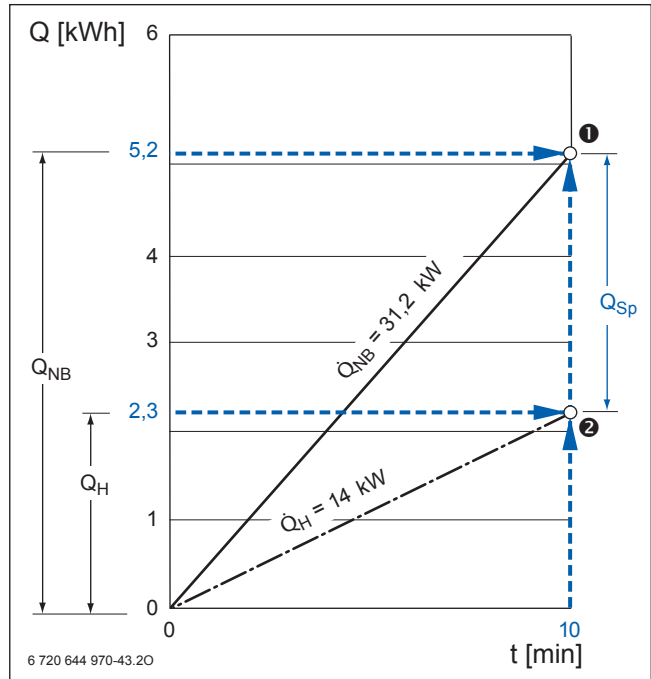

Bild 56 Badewannenfüllung per Dauerleistung und Speicherkapazität
Bild 56 ist bereits eine Anwendung des Wärmeschaubildes. Ausgehend von der Wärmekapazität  $Q_{NB}$  der Wannenföllung und den 10 Minuten Fölldauer ergibt sich ein Bedarfspunkt ❶ für die Badewanne. Die Steigung der Bedarfslinie zwischen Null und Punkt ❶ entspricht nach der umgestellten Grundformel 73 (→ Seite 184) der benötigten Aufheizleistung:
Mit der Leistung des Heizkessels  $\dot{Q}_H = 14$  kW und einer Wannen-Füllzeit von 10 Minuten wurde die Wärmekapazität  $Q_H = 2,3$  kWh als Dauerleistung übertragen (→ Bild 56, Seite 84). Dem entspricht nach der umgestellten Grundformel 75 (→ Seite 184) bei 40 °C die Warmwassermenge: